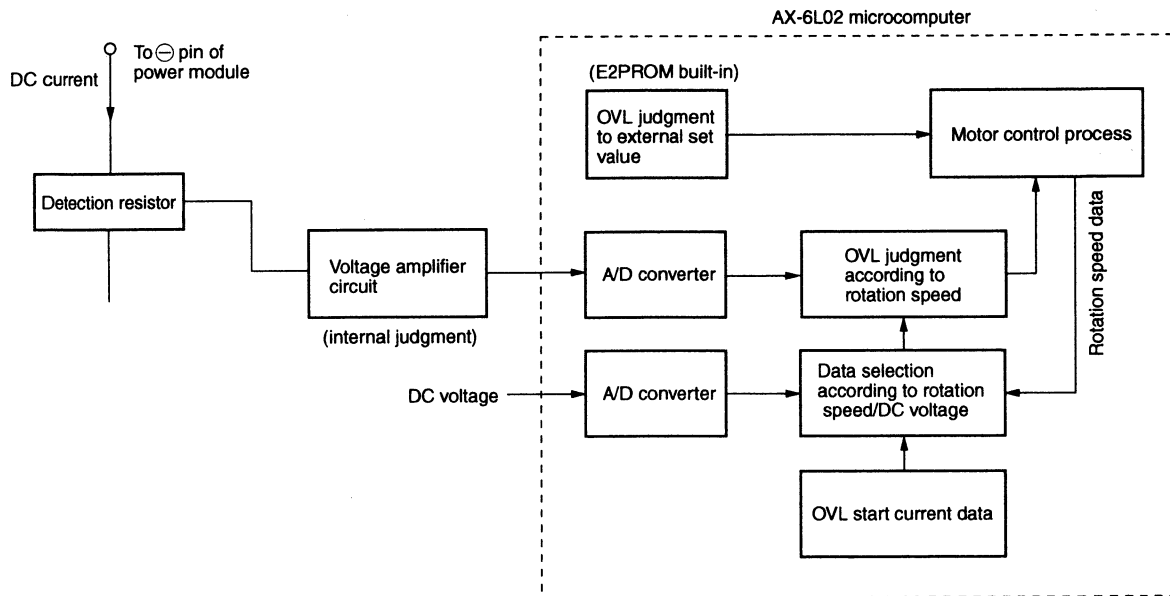
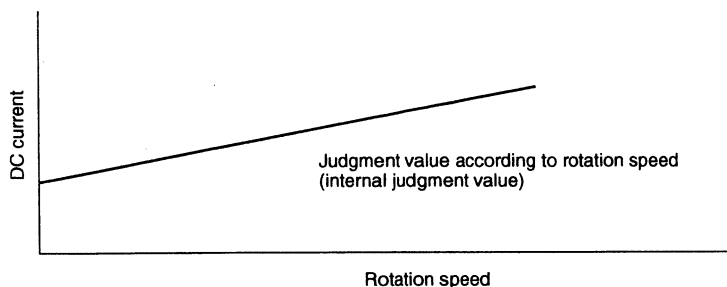

Fig. 8-1 Overload control system configuration
Fig. 8-2
- Comme représenté sur le diagramme, lorsqu'un courant dépassant 24 A circule, la tension présente au point A détectée par la résistance de détection est appliquée à la broche ⑩ de INV-HIC, puis la tension interrompue par R41 et R43 est appliquée à la broche ⑨ de IC1. Étant donné que cette tension dépasse la tension de seuil de IC1, une tension LO est délivrée par la broche ⑧ (tension présente au point B). Lorsque la tension LO est appliquée à la broche ⑨ du microprocesseur, le microprocesseur coupe la sortie de commande.
- Fig 8-1 shows the overload control system configuration, and Fig. 8-2 shows characteristics diagram of overload judgment value. There are two judgments. One is external judgment: External set value and DC current value are compared for judgment regardless of rotation speed. The other is internal judgment: set value varying according to rotation speed programmed in microcomputer is compared with DC current value for judgment.